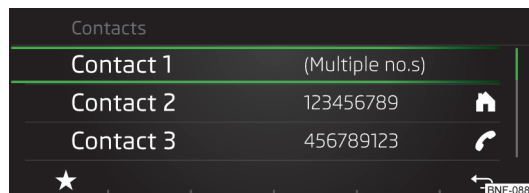

Fig. 113
► Premendo il tasto funzione ☆ » **fig. 113** viene visualizzato un menu per la memorizzazione del contatto preferito » **pag. 91, Contatti preferiti (Preferiti)**.